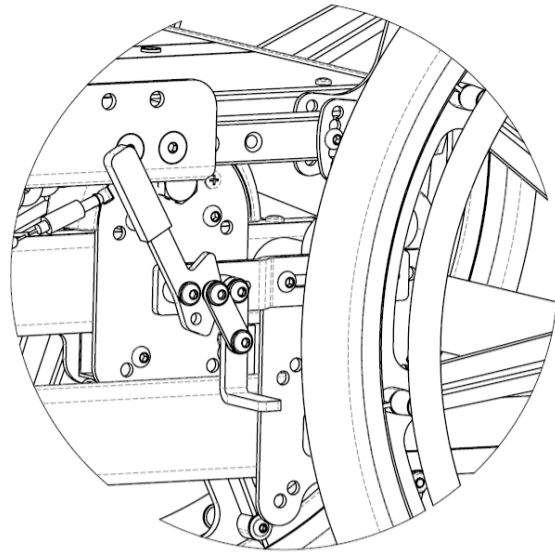

Fig. 15.39 Freno "pull to lock"
2. Per azionare il freno "pull to lock", tirare la leva in direzione della ruota finché non si incastrerà in posizione (Fig. 15.39).